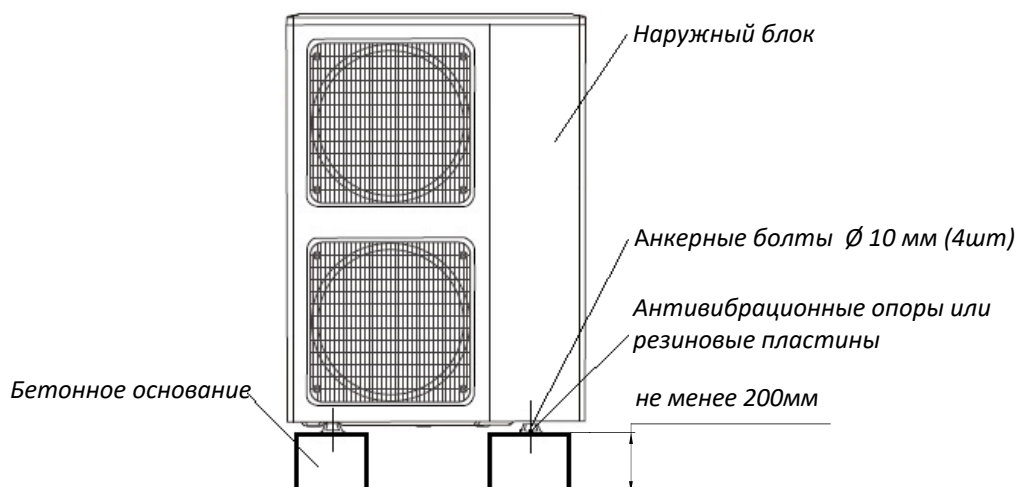

Рис.2.2
- Наружный блок должен быть установлен на бетонном фундаменте или основании, изготовленном из стального швеллера (рис.2.2).